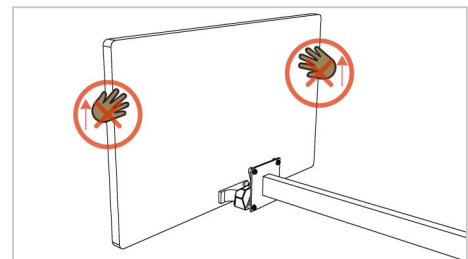

Figura 6
**Assicurarsi che l'adattatore VESA si stacchi quando si tira il monitor verso l'alto. Questo perché il monitor è progettato per rimuovere la base originale del monitor Samsung (Figura 6).**